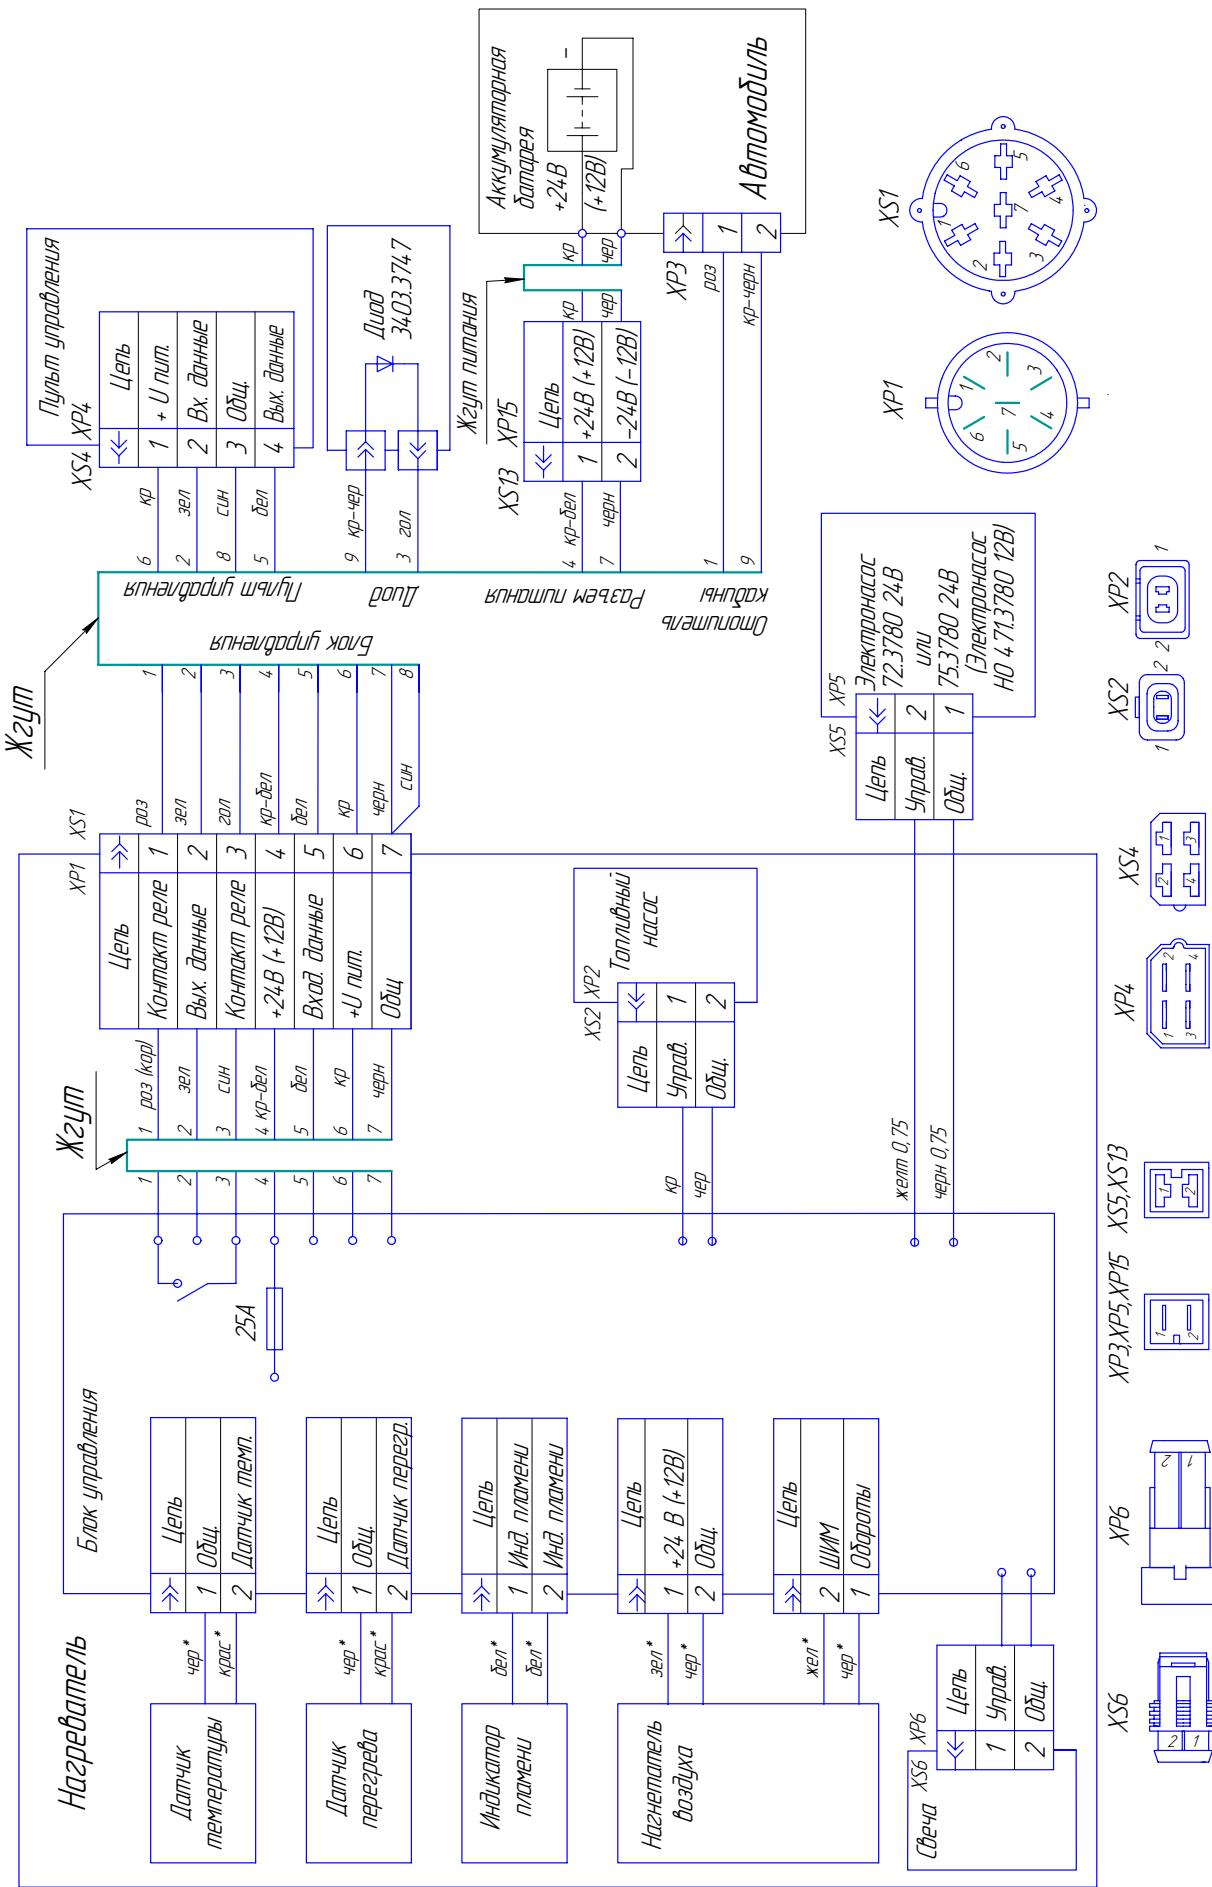

Рис. 1- Схема электрических соединений
Питание подогревателя электроэнергией осуществляется от автотранспортного средства. Схема электрических соединений подогревателя приведена на рис. 1. Питание подогревателя топливом может осуществляться из топливного бака автомобиля или из топливного бака входящего в комплектацию подогревателя.
8.1 Поиск неисправностей необходимо начать с проверки контактов разъемов проверяемых цепей (см. таблицу 1 и схему электрических соединений на рис. 1).